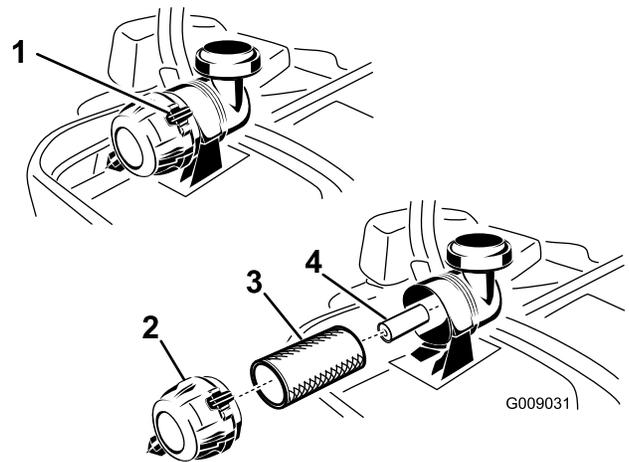

Figura 52
3. Empurre para soltar os grampos de retenção na cobertura do filtro do ar e puxe a cobertura do filtro do ar para fora do corpo do filtro (Figura 52).
5. Empurre suavemente o filtro primário para fora do corpo do filtro de ar (Figura 52). Evite que o filtro bata na parte lateral do corpo.
1. Não limpe o filtro de papel, substitua-o (Figura 52).
2. Se substituir o filtro secundário, deslize-o cuidadosamente para o corpo do filtro (Figura 52).
- Deslize cuidadosamente o filtro principal sobre o filtro secundário (Figura 52).
- Instale a cobertura do filtro do ar com a tampa do respiro para baixo e rode de modo a que os grampos de retenção prendam a cobertura no lugar (Figura 52).